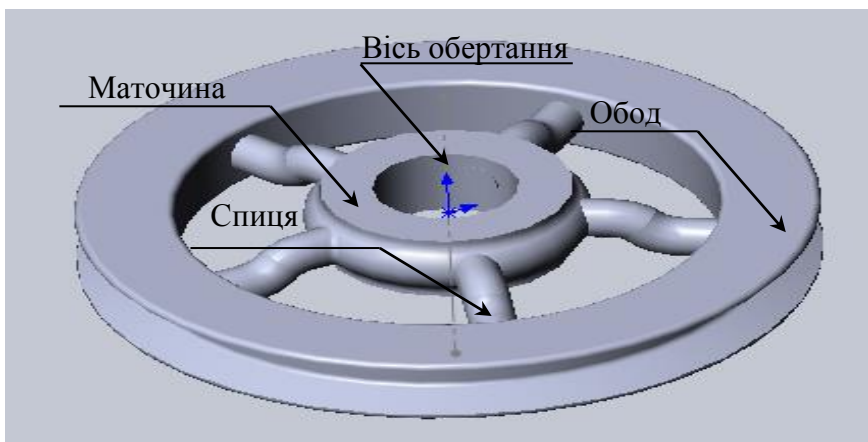

Рис. 6.1
Для створення деталі типу “шків” (рис. 6.1) необхідно освоїти деякі нові інструменти процесу моделювання. До них відносяться:
- **Елементи "повернути"**. Центром деталі (рис. 6.1) є елемент маточина. Цей елемент може бути створений на основі ескізу, який обертається навколо осі обертання.